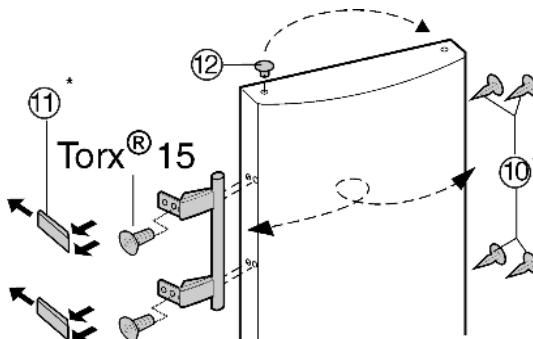

Fig. 8
- Извадете тапата Fig. 8 (12) от лагерната втулка на вратата и я преместете.
- Демонтирайте дръжките на вратата, тапите Fig. 8 (10) и притискателните площи Fig. 8 (11) и ги монтирайте на другата страна.